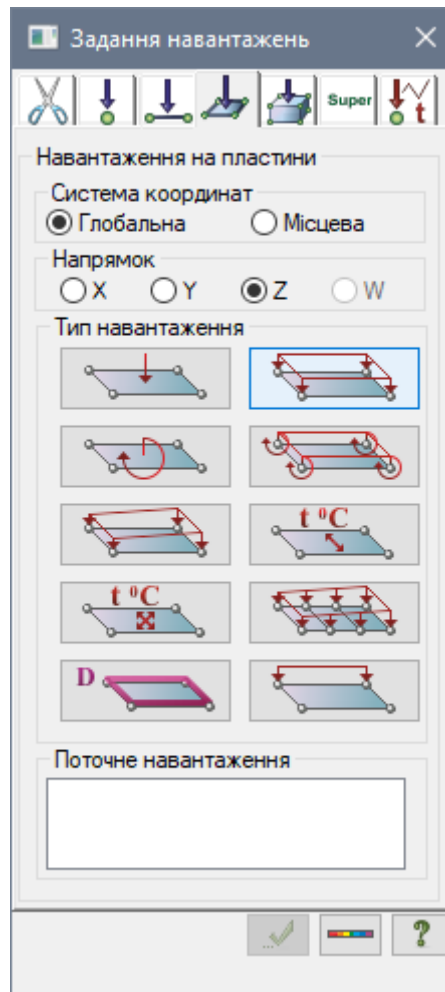

Рис. 6.13. Діалогове вікно Задання навантажень
- Відкрийте діалогове вікно **Задання навантажень** на закладці **Навантаження на пластини** (рис. 6.13) вибрав команду  – **Навантаження на пластини** в розкритому списку **Навантаження на вузли та елементи** (панель **Навантаження** на вкладці **Створення та редагування**).